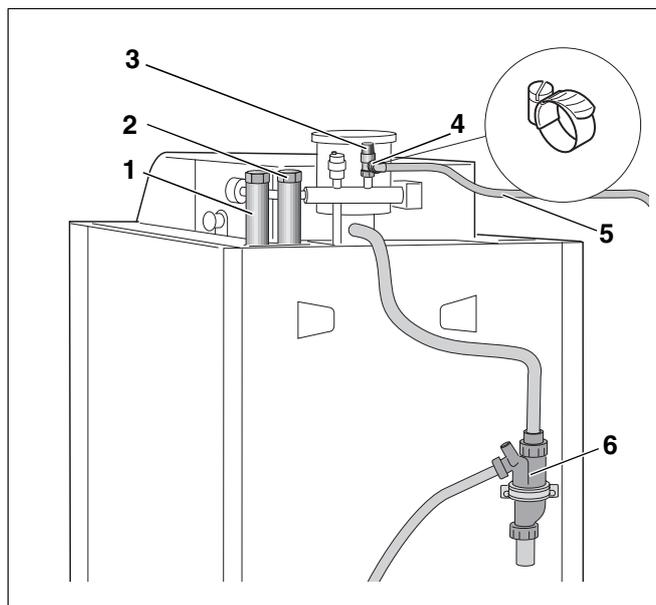

Fig. 23 Vista posteriore della caldaia Logano G135
- Collegare il ritorno del sistema di riscaldamento al ritorno della caldaia = RK (fig. 23, **pos. 2**) senza tensioni.
- Per la Logano G135, installare prima il tubo di mandata (fig. 23, **pos. 1**). Il tubo di mandata viene fornito in imballo separato.
- Collegare la mandata del sistema di riscaldamento alla mandata della caldaia = VK (fig. 23, **pos. 1**) senza tensioni.
- Allacciare il tubo di sfogo (fig. 23, **pos. 5**) al relativo collegamento (fig. 23, **pos. 4**) della valvola di sicurezza (fig. 23, **pos. 3**).